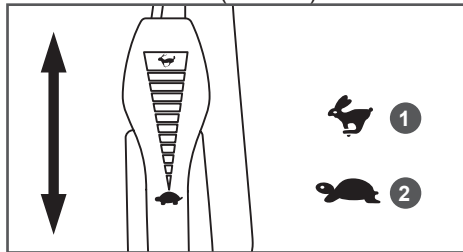
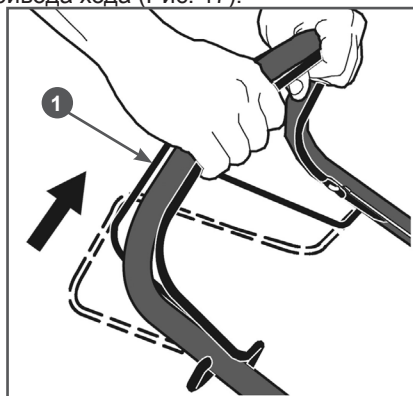

Рис. 14 Положения рычага газа (вид сверху)
Рис. 17 Включение привода хода
2. Переведите рычаг газа 7 (Рис. 1) на 1/3 хода из положения «2» в сторону положения «1» (Рис. 14).
5. После запуска двигателя переведите рычаг газа в положение «2» (Рис. 14) и прогрейте двигатель на холостых оборотах в течение 30 секунд.
После запуска прогретого двигателя работу можно начинать сразу, для этого переведите рычаг газа в положение «1» (Рис. 14).
2. Рычагом газа переведите двигатель в режим холостого хода (переведите рычаг газа в положение 2 (холостых оборотов) (Рис. 14)
В соответствии с разделом ЗАПУСК ДВИГАТЕЛЯ запустите двигатель и прогрейте его. После прогрева двигателя установите рычаг газа в положение 1 (максимальные обороты) (Рис. 14), затем включите привод хода, нажав рычаг 1 включения привода хода (Рис. 17).